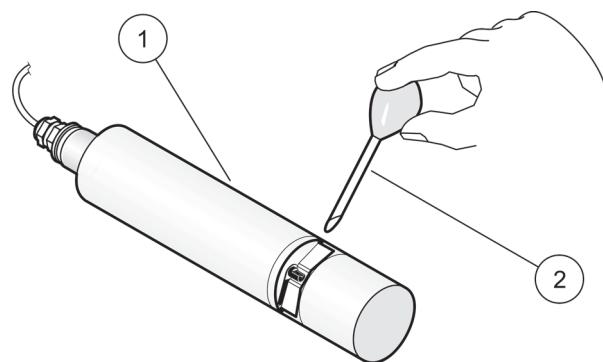

Figure 8 Vérification de l'étalonnage (version bassin)
9. **Version bassin :** retirez le capteur du bassin, rincez le trajet de mesure à l'eau et remplissez-le de solution étalon avec la pipette (voir la Figure 8 à la page 53).